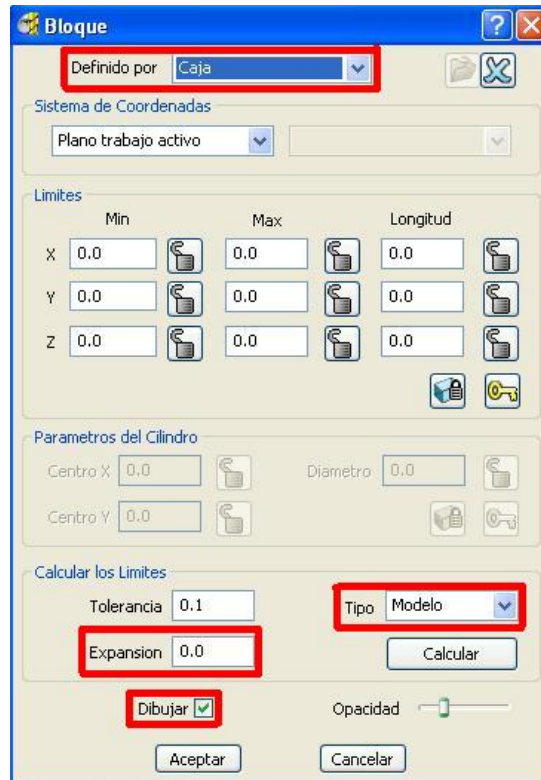

Figura 2.126 Definición de los parámetros del bloque.
- En el cuadro de diálogo Bloque, comprobar lo siguiente (Figura 2.126):